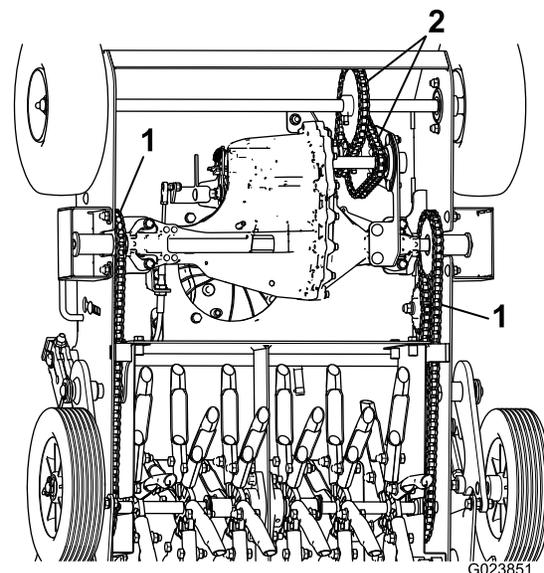

Рисунок 28
3. Поверните передние колеса и нанесите масло или смазочное вещество для цепи на звенья нижних частей передних приводных цепей (Рисунок 28).
4. Проверьте, чтобы передние приводные цепи (Рисунок 28) были правильно натянуты, не изношены и не повреждены.
все звенья нижних частей приводных цепей зубьев (Рисунок 28).